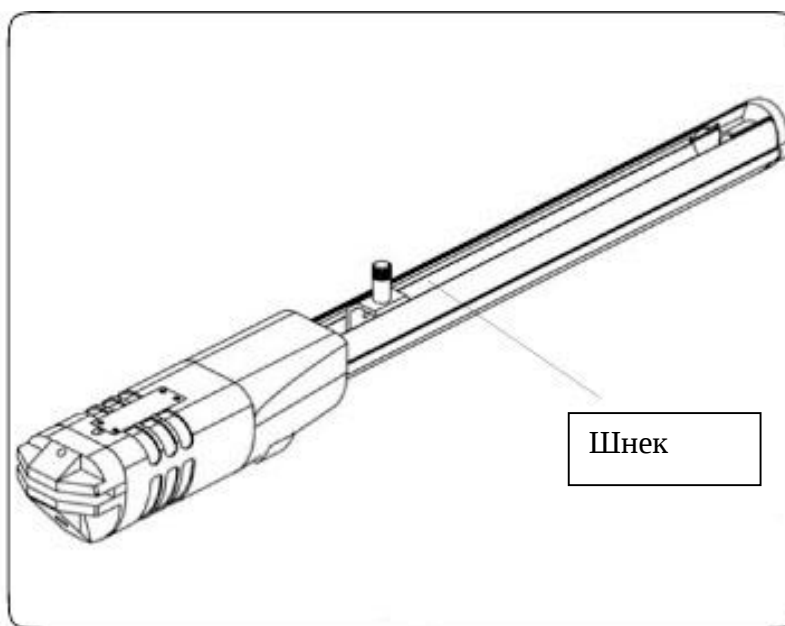

Рис. 14
- проверяйте работу устройств обеспечения безопасности (фотоэлементы, ограничительные планки и т.д.), в соответствии с требованиями производителя; смазывайте нижнюю часть шнека привода (смотрите рисунок 14). Фирма Тау рекомендует использовать комплексную литиевую смазку фирмы SYNECO;